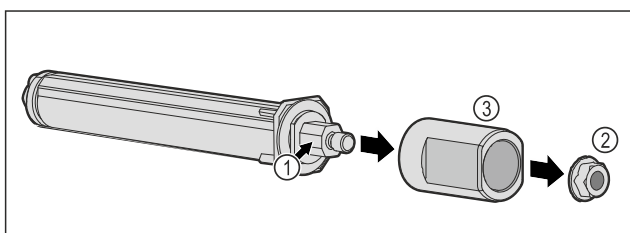

Fig. 54
- Dørlukkesystemet Fig. 54 (1) må ikke demonteres.
- Fjern møtrikken Fig. 54 (2).
- Afmonter Fig. 54 (3) muffen.